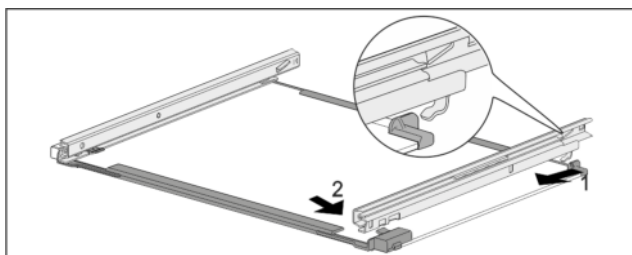

Fig. 149 Glasplatte mit Schienen
- Schiene hinten einhaken. Fig. 149 (1)
- Schiene vorne einrasten. Fig. 149 (2)